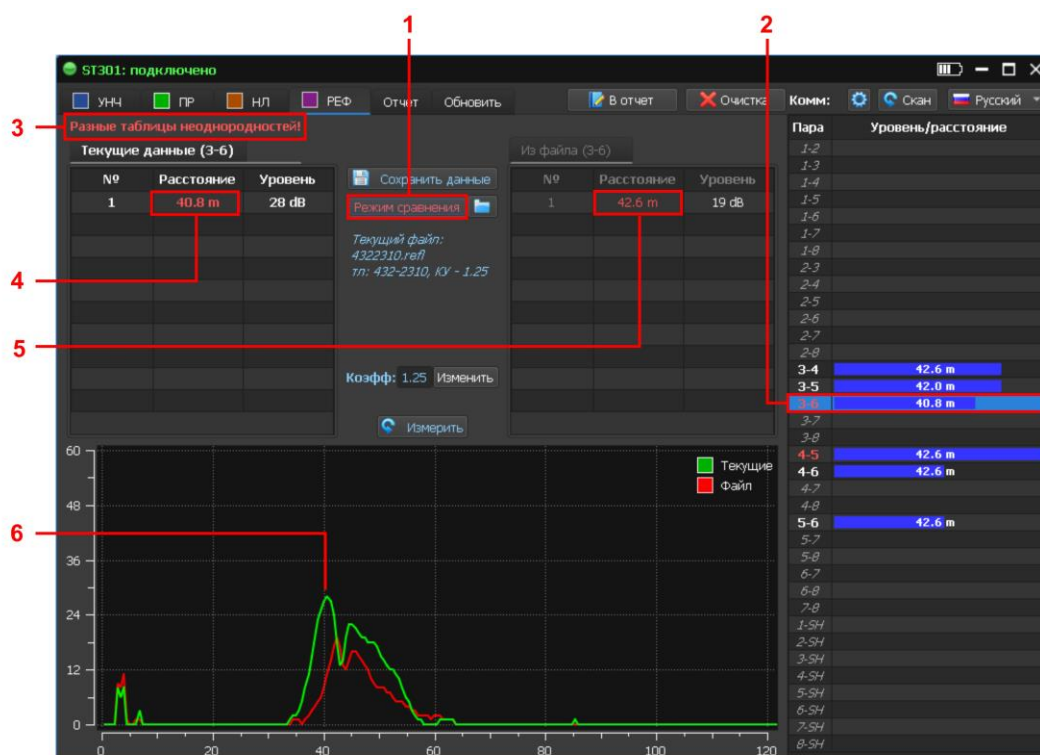

Рис.85
4. Кликнуть  Надпись на кнопке станет красного цвета (рис.85, п.1). В таблице коммутатора номера пар, в которых зафиксированы изменения будут выделены красным цветом (рис.85, п.2). При установке табличного курсора на такую строку в таблицах «Измерение 1» и «Измерение 2» отобразятся результаты тестирования. Отличающиеся параметры будут выделены красным цветом (рис.85, п.4 и п.5). В информационной строке (рис.85, п.3) отобразится характер изменения.
На экране будут отображены две рефлектограммы (рис.85, п.6):
На рис.85 (в качестве примера) сравниваются результаты тестирования телефонной линии. Табличный курсор (рис.85 п.2) установлен на пару «3-6» (номер пары выделен красным цветом), где были обнаружены изменения.
Эта неоднородность видна на рефлектограмме (рис.85, п.6).